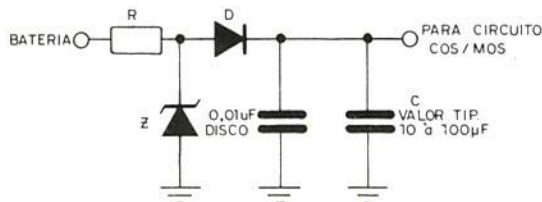

Figura 13 - Circuito de proteção contra transiente de sistemas lógicos digitais para automóveis.
A figura 13 mostra um destes circuitos frequentemente usados. O diodo Zener (Z) que não deve ter uma tensão nominal superior a 15V faz a proteção nos picos positivos de transiente. O diodo retificador (R) série faz a proteção para picos negativos, enquanto o capacitor C compensa a perda de energia. O pequeno capacitor de disco em paralelo é apenas filtro contra espúrias de RF.